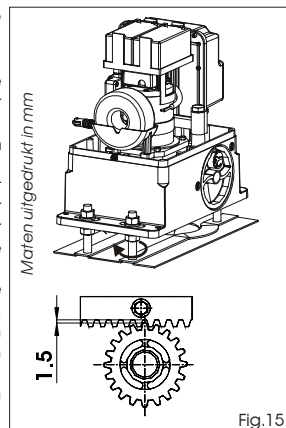

Fig. 15
- Na de installatie van de tandheugel moet de positie van de motorvertraging ongeveer 1,5 mm worden verlaagd (Fig. 15), om ervoor te zorgen dat de tandheugel goed in de pignon grijpt.